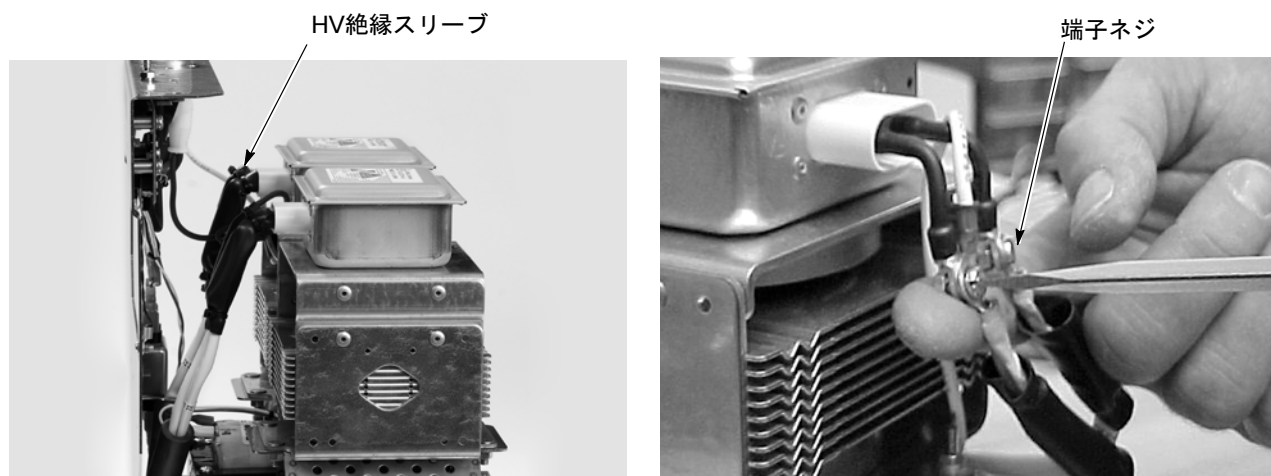

図 6-18 マグネトロンの取外し
2. 図6-18を参照。黒色HV絶縁スリーブをHVケーブルに固定している、4つのタイをカットします。スリーブを下げ降ろして、2個のリング付き端子接続を露出させます。
2. 図6-18を参照。黒色HV絶縁スリーブをマグネトロンのHVケーブルに固定している4つのタイをカットします。スリーブを下げ降ろして、リング付き端子接続を露出させます。
13. 図6-18を参照。ステップ3で取外したボルトを、X2二次ケーブルのマグネトロン F ピグテール端子への接続に使用します。フェライト付きX1二次ケーブルと20 AWG HVケーブルをFA ピグテール端子へ接続します。